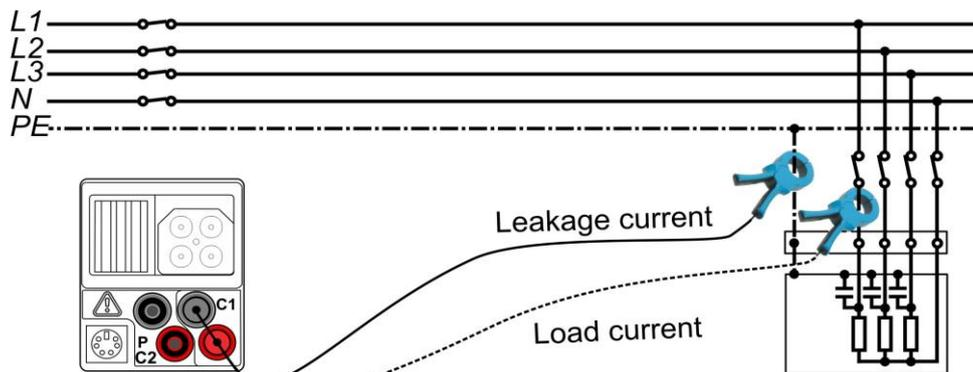

Abbildung 7.9: Ableitstrom- und Laststrommessungen
- **Schließen** Sie die Prüflitungen am Prüfling an (siehe Abbildung 7.9).